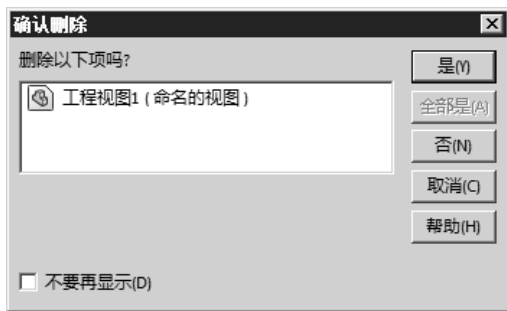

图 9.4.11 “确认删除”对话框
要将某个视图删除，可先选中该视图并右击，然后在系统弹出的快捷菜单中选择 **删除 (T)** 命令或直接按<Delete>键，在系统弹出的图 9.4.11 所示的“确认删除”对话框中单击 **是(Y)** 按钮，即可删除该视图。